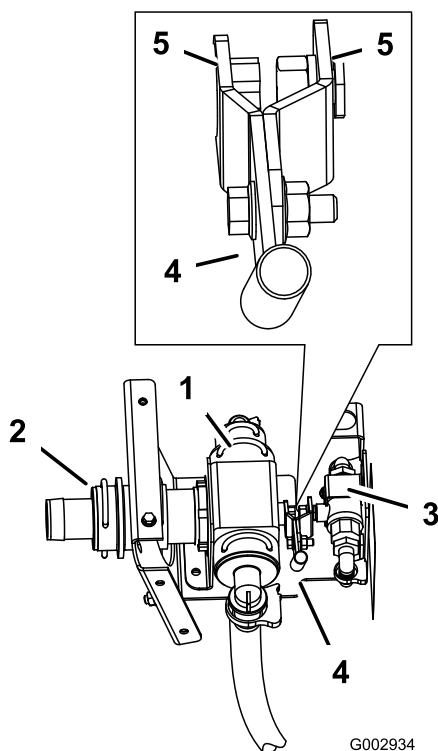

Figura 35
2. Collegate l'estremità del gruppo leva sul gruppo valvola a sfera piccola, al gruppo valvola di comando (Figura 35).